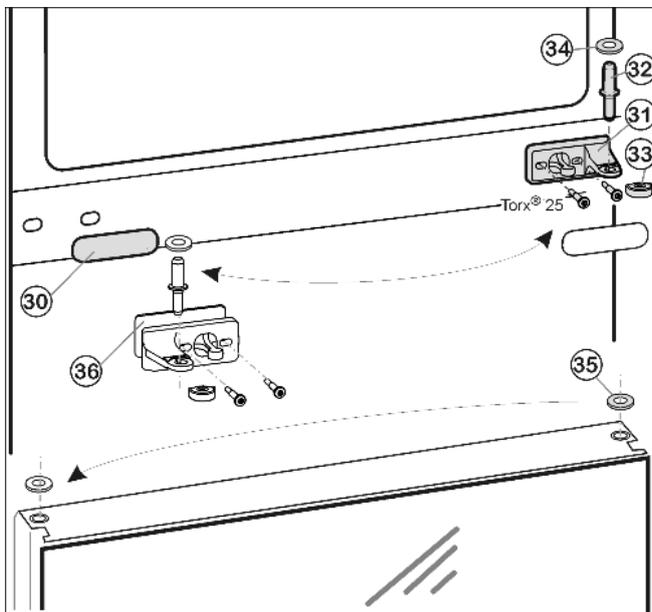
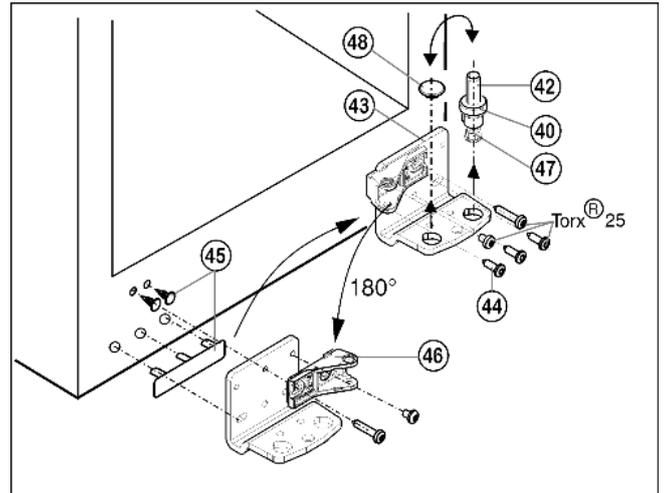

Fig. 11
Fig. 12
- ▶ Estrarre il perno di supporto centrale Fig. 11 (32) con lo spessore Fig. 11 (34) dal blocco di supporto e dalla porta inferiore.
- ▶ Staccare il coperchio di plastica Fig. 11 (33).
- ▶ Svitare il blocco di supporto centrale Fig. 11 (31) (2 x Torx® 25).
- ▶ Staccare il pannello di copertura Fig. 11 (30) facendo attenzione.
- ▶ Avvitare il blocco di supporto centrale Fig. 11 (31) con spessore Fig. 11 (36) ruotato di 180° sul nuovo lato cerniera **saldamente a 4 Nm**.
- ▶ Innestare nuovamente la copertura Fig. 11 (30) sul nuovo lato impugnatura.
- ▶ Spostare lo spessore Fig. 11 (35) sulla porta.
- ▶ Togliere completamente il perno di supporto Fig. 12 (42) con lo spessore Fig. 12 (40) e il piedino di regolazione Fig. 12 (47), estrarre tirando verso l'alto.
- ▶ Togliere i tappi Fig. 12 (48).
- ▶ Smontare il blocco di supporto Fig. 12 (43).
- ▶ Staccare la copertura lato maniglia e i tappi Fig. 12 (45) facendo attenzione e spostarla sul lato opposto.
- ▶ Fissare nuovamente il blocco di supporto Fig. 12 (43) sul nuovo lato cerniere, eventualmente servendosi di un avvitatore a batteria (**a 4 Nm**).
- ▶ Svitare l'elemento di supporto Fig. 12 (46) e serrarlo di nuovo ruotato di 180°, avvitare la vite lunga nell'asola.
- ▶ Inserire nuovamente i tappi Fig. 12 (48) nell'altro foro.
- ▶ Inserire nuovamente il perno di supporto Fig. 12 (42), con lo spessore e il piedino di regolazione. Prestare attenzione in modo l'arresto sia rivolto verso il dietro.
- ▶ Appoggiare la porta dall'alto sul perno di supporto in basso Fig. 12 (42).
- ▶ Applicare nuovamente il coperchio di plastica Fig. 11 (33) sul blocco di supporto centrale Fig. 11 (31).
- ▶ Inserire il perno di supporto centrale Fig. 11 (32) sul nuovo lato cerniera attraverso il blocco di supporto centrale Fig. 11 (31) nella porta inferiore.
- ▶ Infilare lo spessore Fig. 11 (34) sul perno di supporto centrale Fig. 11 (32).
- ▶ Mettere la porta superiore sul perno di supporto centrale Fig. 11 (32).
- ▶ Eventualmente allineare le porte sopra le asole nel blocco di supporto in basso Fig. 12 (43) e nel blocco di supporto al centro Fig. 11 (31) a filo con l'involucro dell'apparecchio. Svitare la vite centrale nel blocco di supporto in basso Fig. 12 (43).